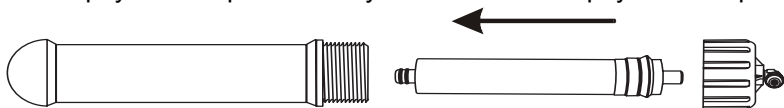

Рис. 14
1. Установите префильтр(ы). Первый префильтр уже установлен во всех моделях. В модель А-460Е установите во второй корпус угольный картридж GAC-10 или CC-10. В модели А-560Е и А-575Е во второй корпус установите угольный картридж GAC-10 или CC-10, в третью ступень установите механический префильтр (1 мк) P-1 или PD-1. Для установки картриджа необходимо раскрутить корпус при помощи ключа (10). Аккуратно снимите защитную плёнку с картриджа и установите его в корпус. Закрутите корпус, не прикладывая чрезмерных усилий.
2. Установите мембрану. Для этого отсоедините трубку (G) от быстроразъёмного коннектора крышки корпуса мембраны. Открутите крышку корпуса мембраны. Установите мембрану в корпус, согласно рис. 14. Закрутите крышку корпуса мембраны и пристыкуйте трубку (G). Следите, чтобы уплотнительное кольцо крышки корпуса мембраны было установлено на корпус без перекосов.
1. Закройте кран (B) подачи воды в систему.
3. Откройте питьевой кран (A).
4. Отстыкуйте трубку (G) от крышки корпуса мембраны.
7. Установите новую мембрану в корпус, соблюдая направление установки (см рис. 14).
10. Закройте кран питьевой воды (A).
11. Откройте клапан накопительного бака (C).
12. Откройте кран (B) подачи воды в систему.